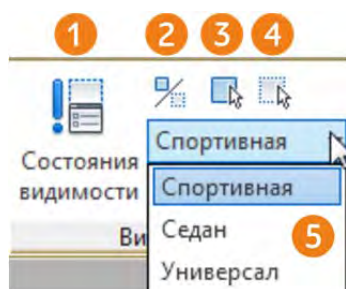
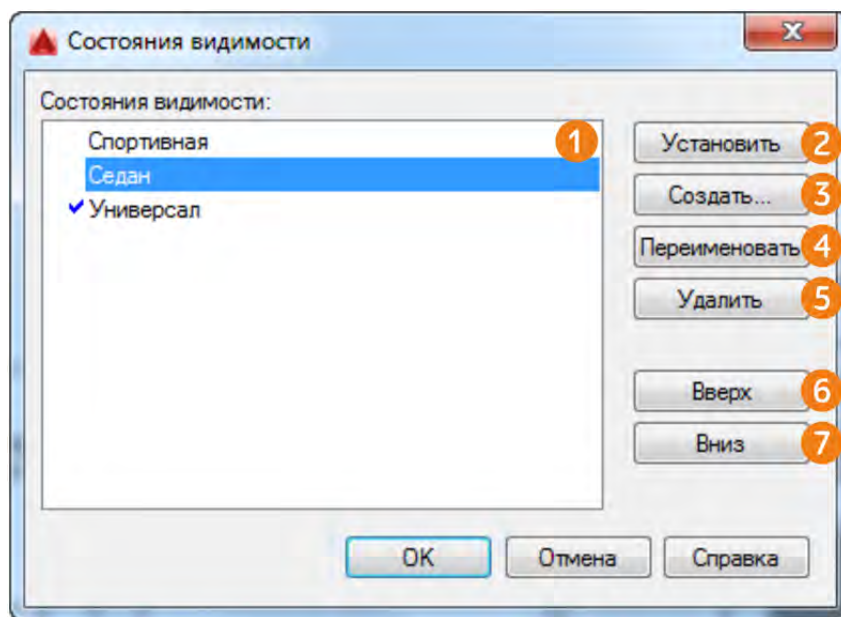

Рисунок 9.6 Панель «Видимость»
Рисунок 9.9 Диалоговое окно «Состояние видимости»
Для создания и управления состояниями видимости используется панель «Видимость» (рисунок 9.6) контекстной вкладки «Редактор блоков». Панель видимость активизируется, только если на рабочее пространство установлен параметр «Видимость».
2. Вернемся в редактор блоков. После установки параметра видимости на рабочее пространство активизируется панель «Видимость» (рисунок 9.6). Если панель «Видимость» не активна, то параметр «Видимость» не установлен.
3. Для создания и управления состояниями видимости используется диалоговое окно «Состояние видимости», которое можно открыть с помощью команды «Состояние видимости» на панели «Видимость» (рисунок 9.6 пункт 1). В диалоговом окне «Состояние видимости» (рисунок 9.9) отображается список всех состояний видимости в текущем блоке (пункт 1) и при первом открытии будет только одно состояние видимости «Состояние видимости0». Для создания состояния видимости используется кнопка «Создать» (пункт 3), для удаления «Удалить» (пункт 5), для переименования «Переименовать» (пункт 4), для установки вида активным кнопка «Установить». Для изменения положений названий состояний видимости используются кнопки «Вверх» и «Вниз» (пункты 6 и 7). Список состояний видимости идентичен списку, появляющемуся при нажатии на ручку видимости вне редактора блоков.
6. Вернемся в редактор блоков блока «Машины». У нас есть три состояния видимости, которые соответствуют трем машинам, но во всех состояниях видимости видны одни и те же машины. Для того чтобы в состоянии видимости «Спортивная» был виден блок «Спортивная», нужно сперва выбрать из списка состояний видимости на панели «Видимость» (рисунок 9.6 пункт 5) состояние видимости «Спортивная». Затем выбрать блоки, которые **не должны** отображаться в состоянии видимости «Спортивная», то есть блок «Седан» и «Джип», и нажать на кнопку «Сделать не видимым» (рисунок 9.6 пункт 4). Тем самым мы в состоянии видимости «Спортивная» отключили видимость двух блоков «Седан» и «Джип» и оставили только блок «Спортивная». Перейдем в
состояние видимости «Седан», выделим блоки «Спортивная» и «Джип» и сделаем их невидимыми. В результате в каждом из трех состояний видимости должно быть по одной машине. Для проверки состояний видимости можно переключаться между ними в редакторе блоков, используя список состояний видимости на панели «Видимость» рисунок 9.6 пункт 5. Также можно выйти из редактора блоков и протестировать блок вне его. После создания состояний видимости блок «Машины» можно назвать **динамическим**.
- Включение отображения объекта в состоянии видимости. В примере мы отключали состояния видимости объектов, но бывают случаи, когда объекты, находящийся в текущем блоке, но с отключенным состоянием видимости, нужно сделать видимыми. Но как выделить невидимый объект? Для того чтобы показать объекты невидимые в данном состоянии видимости используется команда «Режим видимости» на панели «Видимость» (рисунок 9.6 пункт 2) в редакторе блоков. При активизации команды «Режим видимости» скрытые объекты отображаются на экране, но более тускло, чем объекты, видимые в данном состоянии видимости. На рисунке 9.11 показан блок «Машины» в состоянии видимости «Спортивная» при активизированном «Режиме видимости». На рисунке видно, что блок «Спортивная» является видимым для данного состояния видимости, а блоки «Седан» и «Джип» являются невидимыми, так как отображаются серым цветом. После того, как объект стал видим его можно выделить и сделать видимым для данного состояния видимости. Для этого используется команда «Сделать видимым»  на панели «Видимость» (рисунок 9.6 пункт 3).